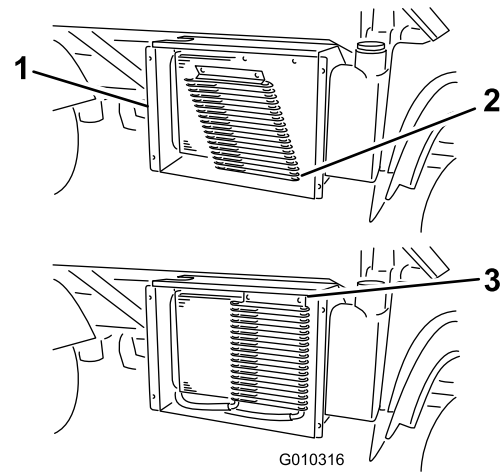

Bild 15
1. Setzen Sie die Befestigungsnasen des Kühlers in die Schlitze unter dem Kühler ein (Bild 15).
2. Drehen Sie den Kühler nach oben und befestigen Sie die Oberseite des Kühlers mit den Vierteldrehung-Befestigungen am Kühler (Bild 15).